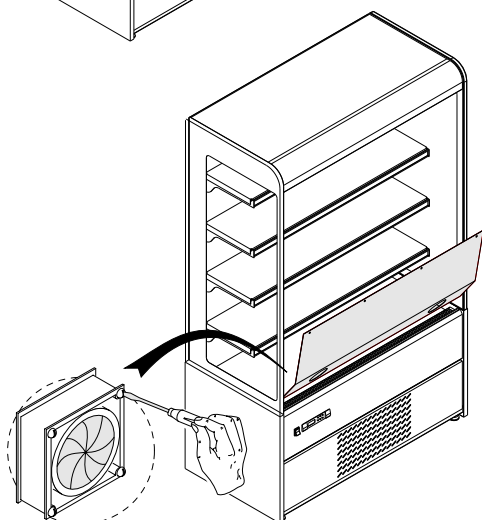

Fig.21
- Soulever la tôle de soutien des ventilateurs (voir Fig. 21)